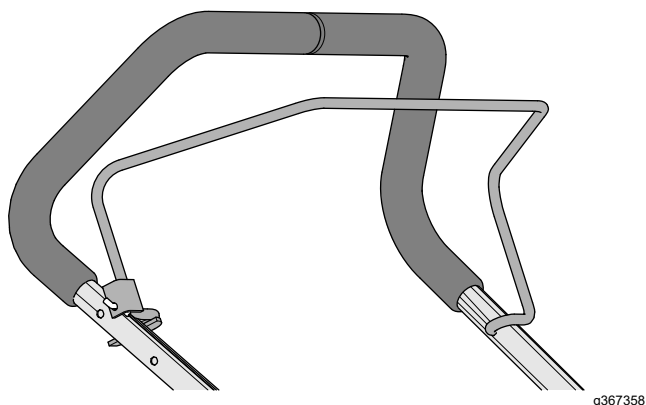

**Figur 10**
2. Før kabelfestet gjennom hullet i braketten for dødmannsbøylen som vist i Figur 10.